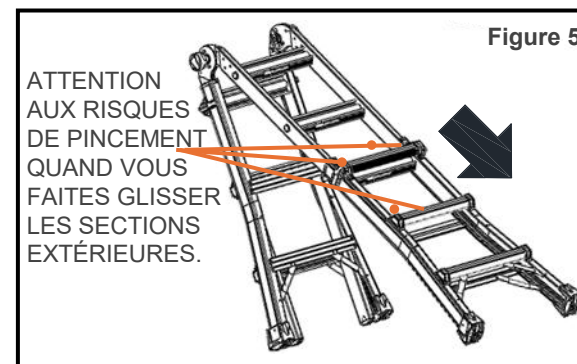
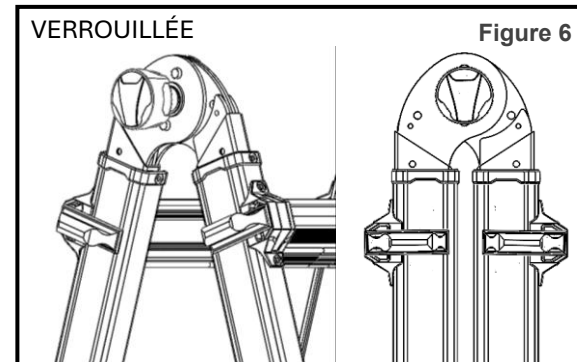

Figure 5
Figure 6
- Faites glisser la section extérieure à la hauteur souhaitée, puis tournez et insérez complètement les deux languettes de verrouillage dans les trous des échelons de la section intérieure (figure 5 et figure 6).